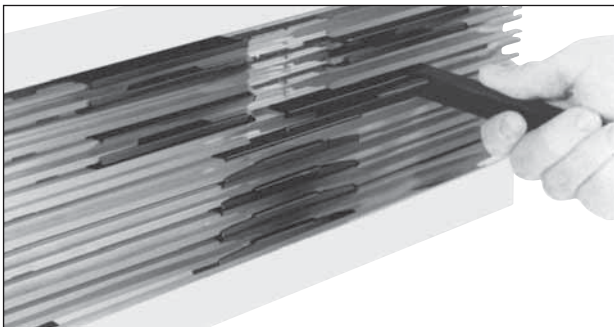

Bild 5: Anwendung der Montagegabel MG 10
- Abdeckkappe mit Montagegabel MG 10 über Verbindungsstelle schieben. (Evtl. leicht schlagen) (Bild 5).
- Aufdrücken der Verbinder mit Montagegabel MG-SW 10, dabei Kunststoffseite bis auf den Schienengrund in die Stromschiene drücken (Bild 5).
- 5) Aufdrücken der Überleitungsstücke wie Aufdrücken der Verbinder (siehe Abschnitt 5, Bild 5).